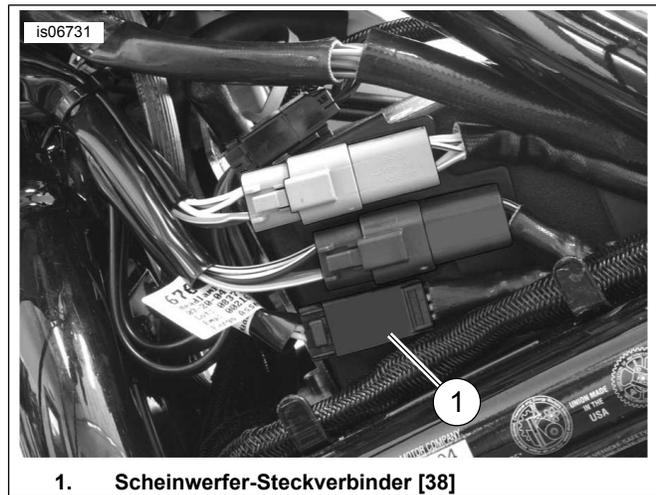

Abbildung 30. Lage der Spleißverbindungen (V-Rod ab 2005)
1. Siehe Abbildung 30. Den orange/weißen Draht des **Hauptkabelbaums** im Fahrzeug, in der Nähe des unbenutzten Scheinwerfer-Pin-Steckverbinders, durchschneiden [38A] (1).